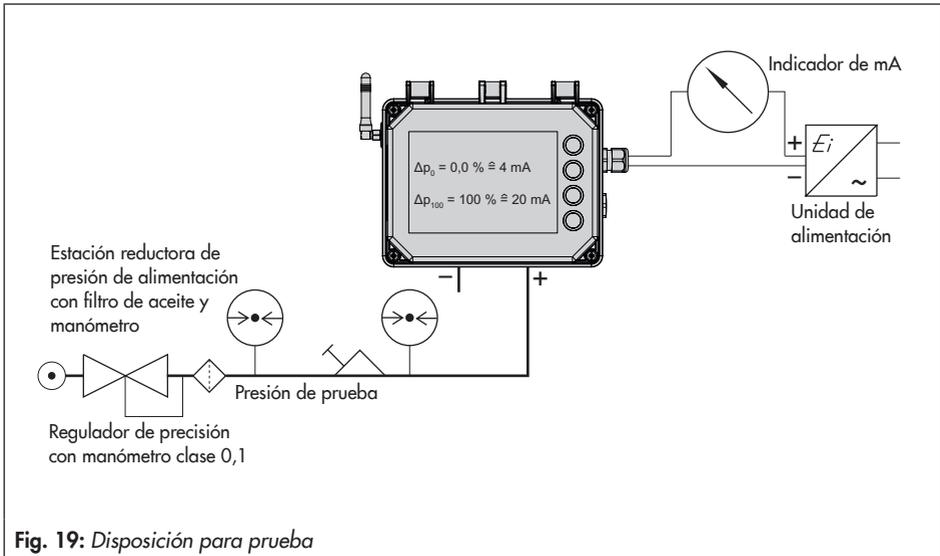

Fig. 19: Disposición para prueba
- Conectar el medidor de presión diferencial según fig. 19 para comprobar el margen de medición.